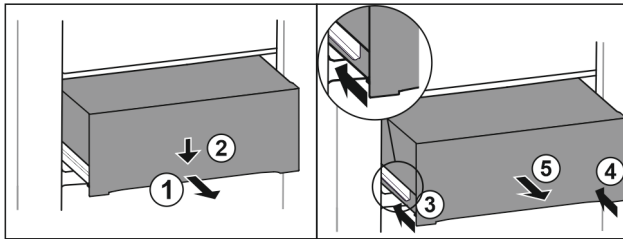

Fig. 88
- Lade er half uittrekken. Fig. 88 (1)
- Schuiflade aan de voorzijde omlaag drukken. Fig. 88 (2)
- Linker rail ca. 2 cm inschuiven. Fig. 88 (3)
- Rechter rail ca. 2 cm inschuiven. Fig. 88 (4)
- Lade naar voren toe verwijderen. Fig. 88 (5)